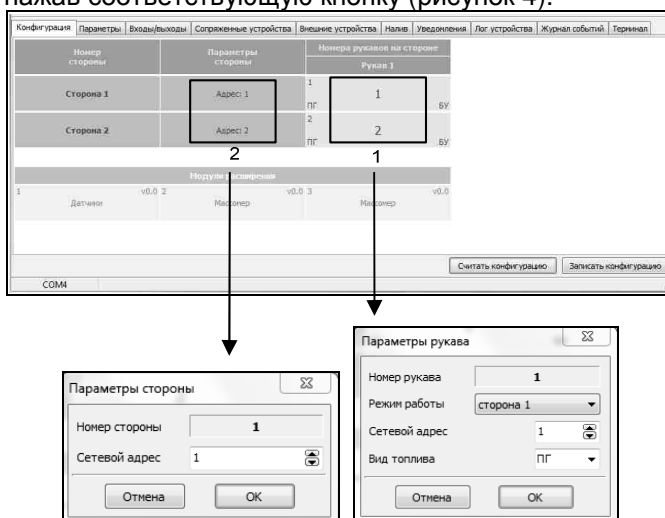

Рисунок 4
10.3 На первой вкладке программы считать конфигурацию устройства, нажав соответствующую кнопку (рисунок 4).
| 102 | Адрес стороны | 1 – 255 | см. рисунок 4 |